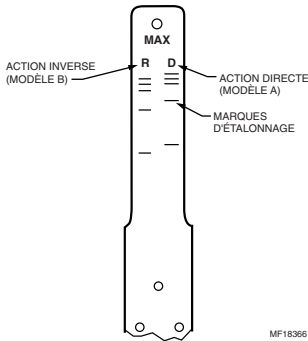

Fig. 10. Levier de la bande proportionnelle (modèles A et B).
La bande proportionnelle est réglée en usine à 6 °C (10 °F). Dans la plupart des cas, aucune modification du réglage n'est nécessaire. Pour accéder au levier de la bande proportionnelle, enlever la plaque frontale du couvercle. Voir la Fig. 10.
4. Vérifier l'étalonnage du point de consigne. Voir la Fig. 10.